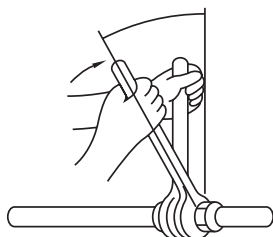

Abb. 5-8
- Kältemittelöl dünn auf der Sitzfläche des Rohrs auftragen. (Abb. 5-8)